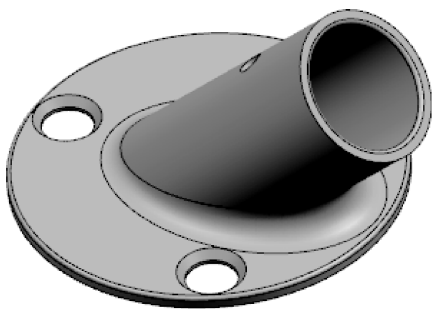

图3-87 创建完成的管件
- 05 保留对话框中其余选项的默认设置，单击【确定】按钮，完成管件的倒圆角处理，最终结果如图3-87所示。